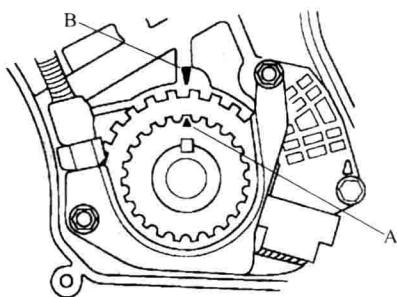

图 1-1-14 驱动轮标记 A 与指针 B 对齐
2. 按照图 1-1-14 所示，转动正时皮带驱动轮，使驱动轮上的标记 A 与机油盘上的指针 B 对齐。